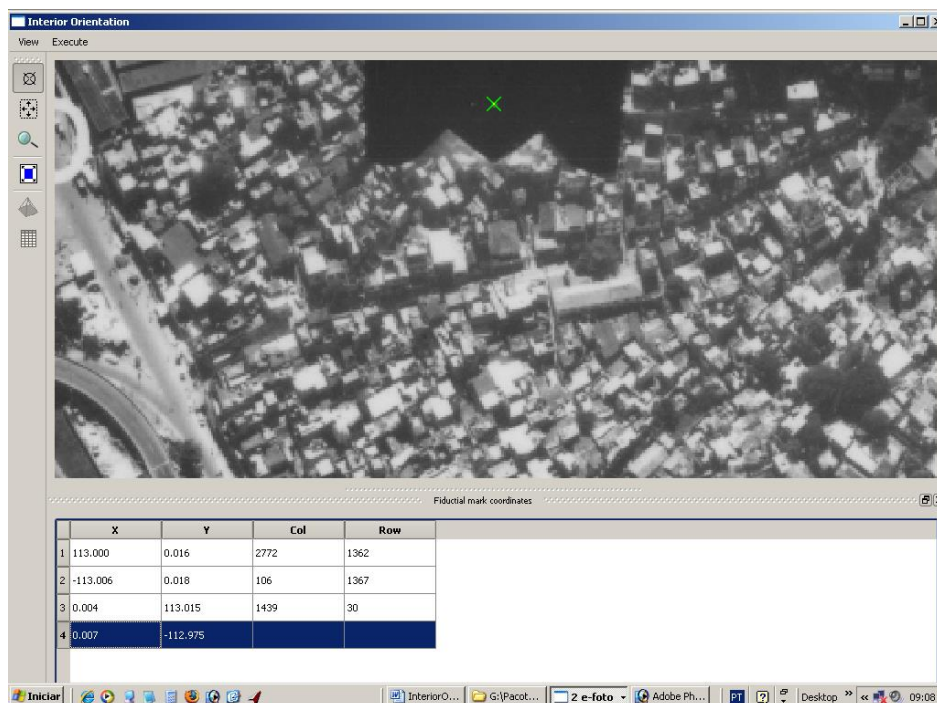

Figura 9 – Tela relativa a imagem 16 com zoom sobre a terceira marca fiducial já medida.
Passo 7: Repetimos o processo anteriormente descrito nos passos 4 a 6, para a terceira marca. Precisamos então retornar a imagem ao tamanho original. Para tal, clique no “botão”  **FitView**. Utilize o zoom para melhor visualizar a terceira marca. Pelas informações contidas na tabela **Fiducial Marks Coordinates** a terceira marca é a marca situada no centro da parte superior da imagem. Clique no “botão”  **Set Mark** e clicando com o cursor sobre a marca, ela será medida e atualizada na tabela. O cursor já passa para a quarta e última linha, conforme mostra a figura 9 abaixo.
Passo 8: Concluímos então o processo para a quarta marca. Precisamos então retornar a imagem ao tamanho original. Para tal, clique no “botão”  **FitView**. Utilize o zoom para melhor visualizar a terceira marca. Pelas informações contidas na tabela **Fiducial Mark Coordinates** a quarta marca é a marca situada na parte central inferior da imagem. Clique no “botão”  **Set Mark** e, clicando com o cursor sobre a marca, ela será medida e atualizada na tabela, conforme mostra a figura 9 abaixo.